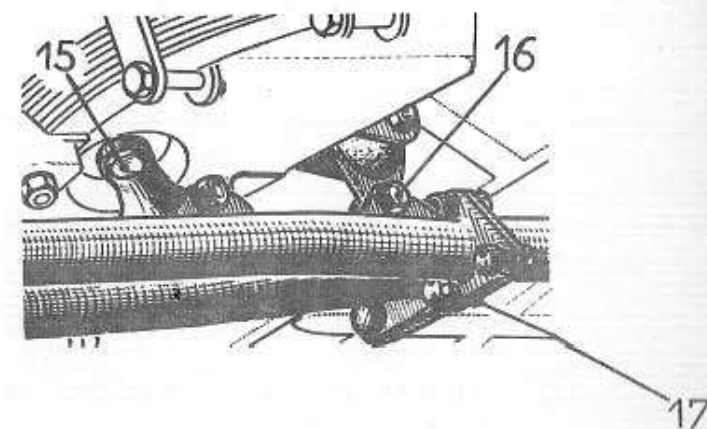

Fig. 18
Déposer les goupilles droite et gauche, les écrous (2 - Fig. 18 bis) et les axes (3) du ressort inférieur. S'aider d'un cric si nécessaire en soulageant le ressort inférieur pour dégager les axes (3) des mains inférieures des pivots.
Fig. 18 bis